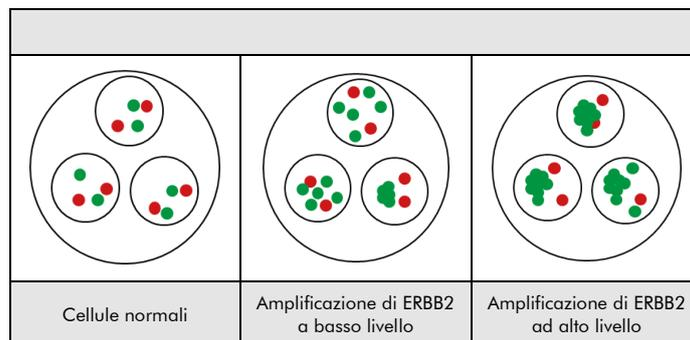

Fig. 2: Risultati attesi in situazione normale e aberrante
**Situazione normale:** Nelle interfacce di cellule normali o di cellule senza amplificazione che coinvolgono la regione del gene ERBB2, compaiono due segnali distinti a forma di punto verde e due distinti a forma di punto rosso (vedere Fig. 2).
**Situazione aberrante:** Nelle cellule con un'amplificazione della regione del gene ERBB2, si osserva un numero maggiore di segnali verdi o di gruppi di segnali verdi (vedere Fig. 2).